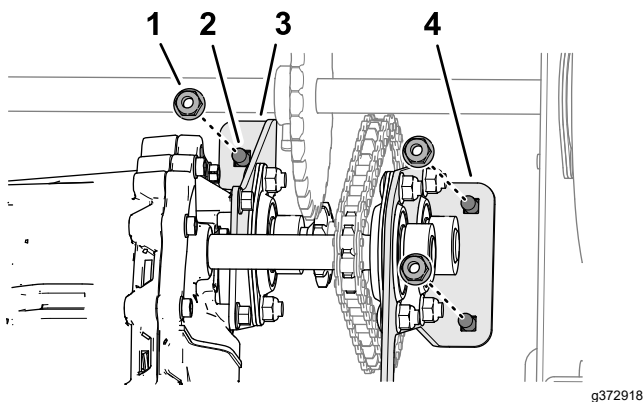

Figura 55
6. Retire las 3 contratuercas con arandela prensada (5/16") que sujetan el soporte del transeje y el soporte del cojinete a la máquina (Figura 55).